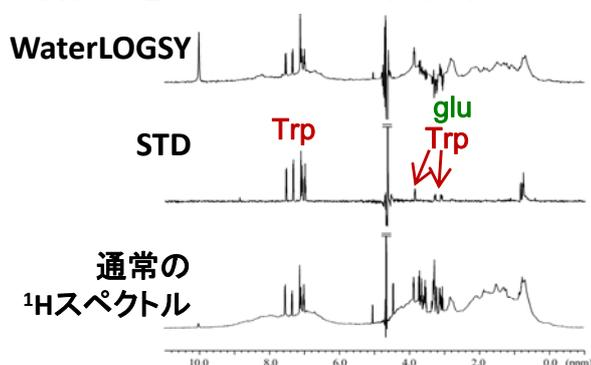

図1 WaterLOGSY法とSTD法の比較: ヒト血清アルブミン(HSA)とトリプトファン(Trp)複合体のNMR
- ヒト血清アルブミン(HSA)とトリプトファン(Trp)の複合体の通常の¹H NMRスペクトルに対するWaterLOGSY法及びSTD法によるスペクトルを図1に示します。
- WaterLOGSY法では、タンパク質によるシグナルは十分には消去できていませんが、結合しないグルコースのシグナルは下向きになります(図1上)。
- STD法では、タンパク質によるシグナルは効率よく消去され、結合したトリプトファンのシグナルをより鮮明に確認することができます(図1中)。